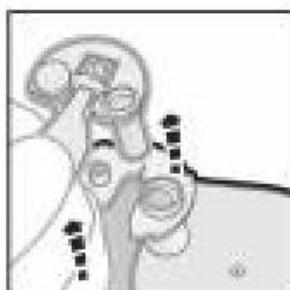

Рис. 1
2. Возьмите язычок большим и указательным пальцем, надёжно удерживая его другой рукой, и полностью снимите колпачок с картриджа. (Рис. 1)